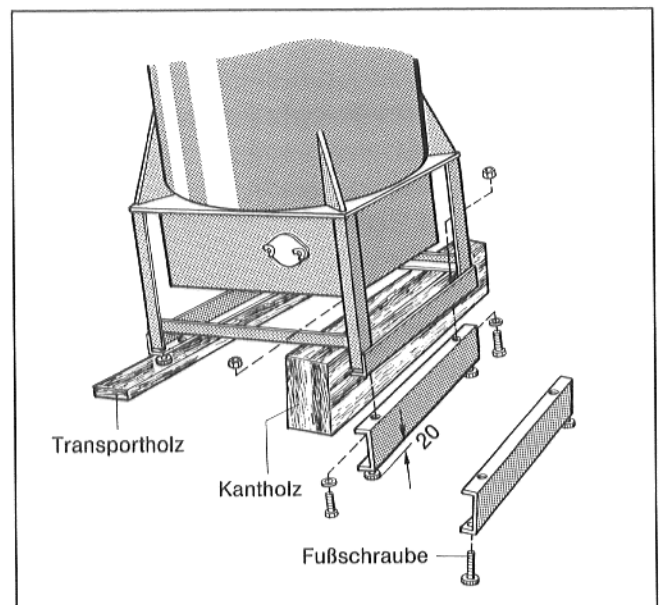

Abb. 1
- Wärmeaustauscher kippen und Kantholz unter den Gerätesockel legen (Abb.1).
- Beide Fußschrauben aus dem Gerätesockel herausdrehen und in die Gewindebohrung der U-Schiene bis auf ca. 20 mm eindrehen (Abb. 1).
- U-Schiene mit 2 Sechskantschrauben, Muttern und Unterlegscheiben an Gerätesockel anschrauben (Schenkel innen – Abb. 1).